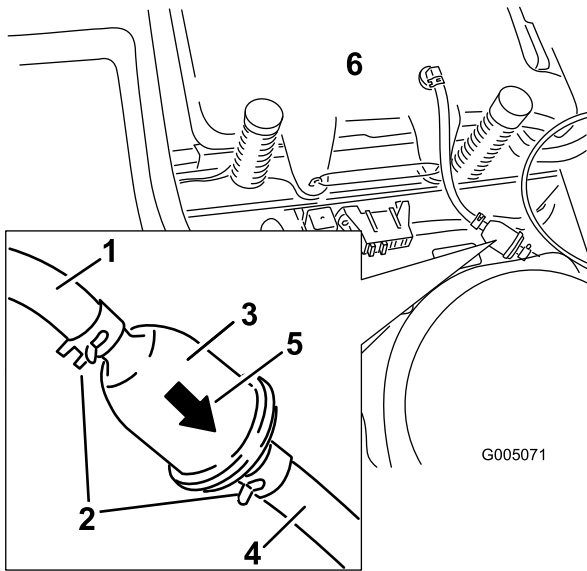

Figura 37
4. Apriete los extremos de las abrazaderas y deslícelas por el tubo alejándolas del filtro (Figura 37).
6. Instale un filtro nuevo – la flecha que indica el sentido de flujo debe apuntar hacia el motor. Acerque las abrazaderas al filtro (Figura 37) para sujetar éste.